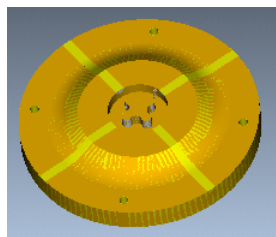

图 10.1.40 动态仿真
7.1.5 by CGTech”窗口。单击按钮,观察刀具切割工件的运行情况,仿真结果如图 10.1.40 所示。